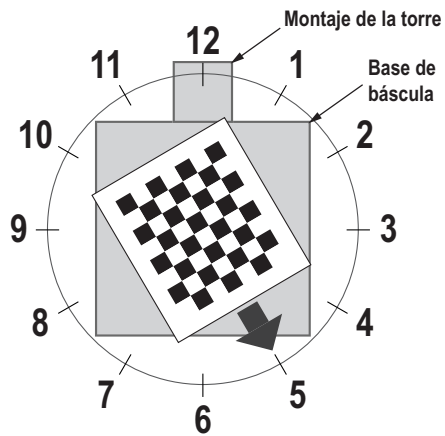

Figura 5-6. Gire a las 5 en punto
7. Alinee el objeto de calibración para que las cruces estén centradas. Gire el objeto de calibración a las 5 en punto con el conjunto de la torre a las 12 en punto (Figura 5-6).